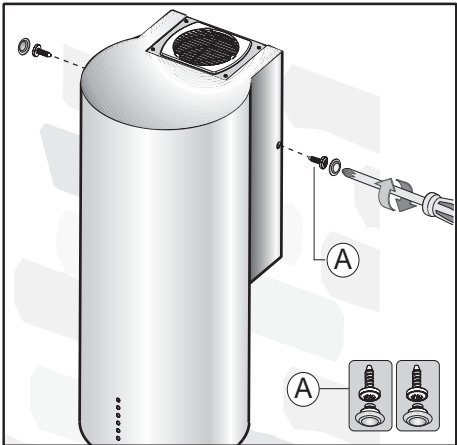
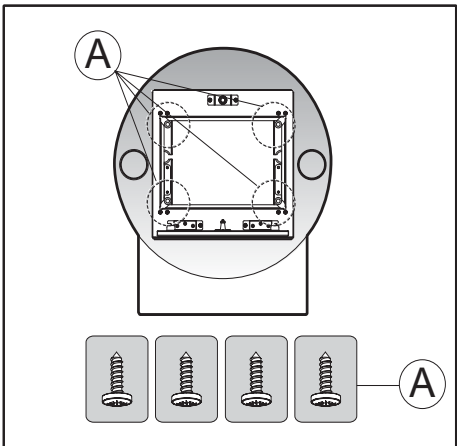

Fig.12
Fig.13
- Fissare, prima le viti laterali **D** della scocca collegate alla struttura sottostante, indicate nella fig. 12, poi le viti **A** della parte inferiore della cappa indicate nella fig.13.